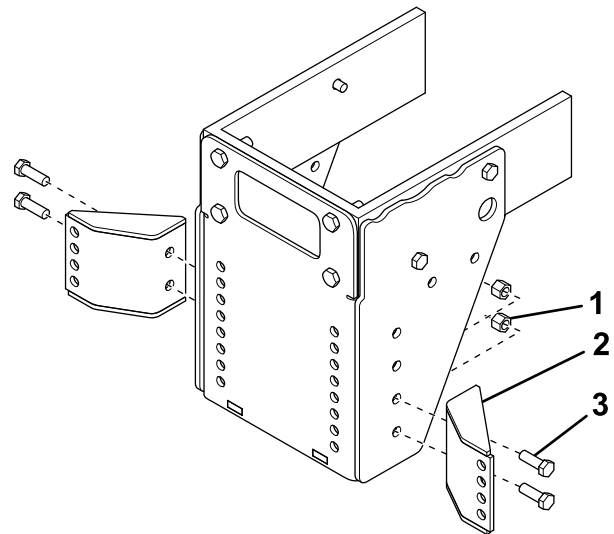

Bild 4
10. Befestigen Sie ein seitliches Eckblech an der linken Seitenplatte mit zwei Schrauben (½" x 1½") und Muttern (Bild 4).
11. Befestigen Sie das andere seitliche Eckblech an der rechten Seitenplatte mit zwei Schrauben ($\frac{1}{2}$ " x $1\frac{1}{2}$ ") und Muttern (Bild 4).